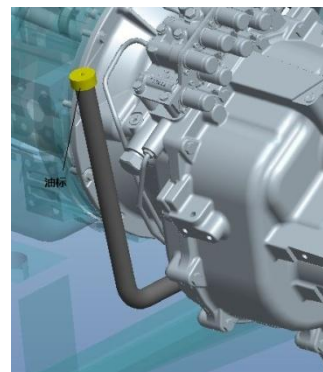

Рис. 3- 11
- Откройте капот двигателя и снимите отметку маслоуказатель КПП. Если след масла в области маслоуказателя, то уровень масла нормален, если на маслоуказателе не имеется след масла, то следует заправить масло КПП. (Рис. 3- 10)